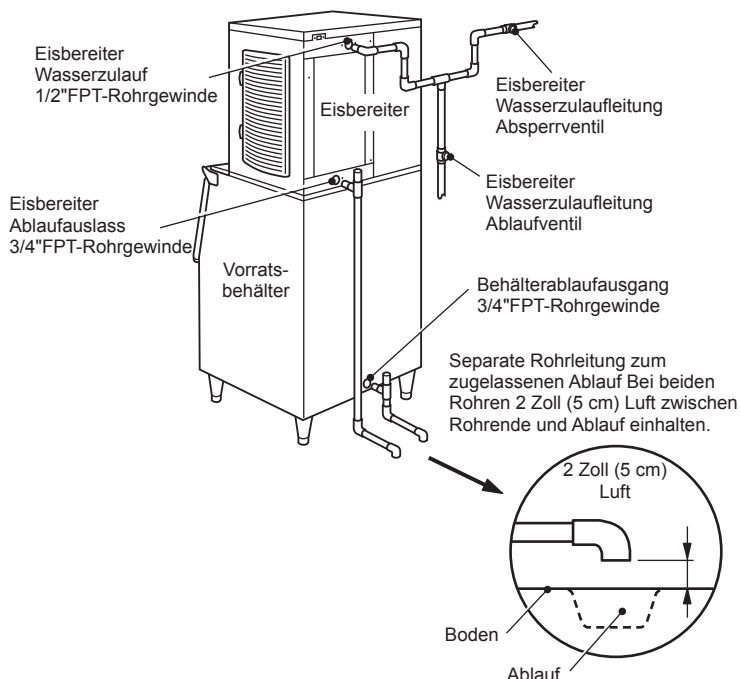

Abb. 5
- \* Für den einwandfreien Ablauf ist ein belüftetes T-Stück erforderlich. Siehe Abb. 5.
- \* Die Eisbereiter-Ablaufleitung muss separat von der Ablaufleitung des Eisvorratsbehälters/Eisspenders geführt werden. Siehe Abb. 5.